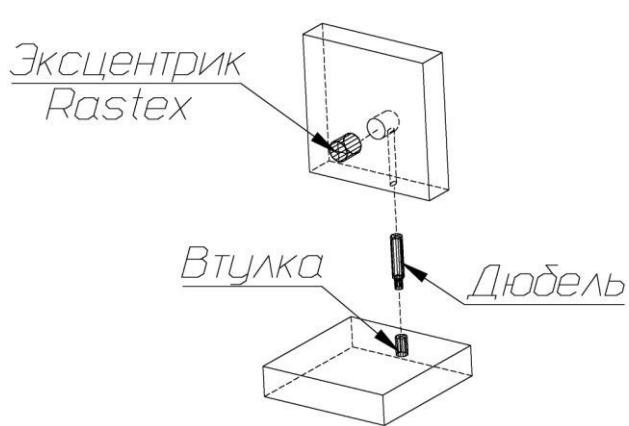
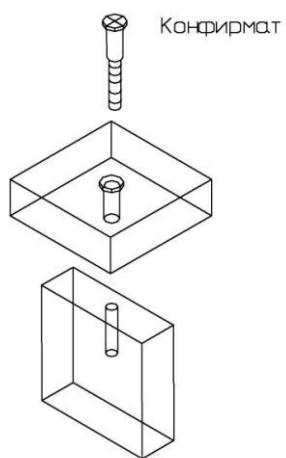

Рис. 1
Рис. 2
1. В боковые стенки тумбы (4), (04), дно тумбы (5), заднюю стенку тумбы (6), стенку жесткости (3) и боковую стенку (2) в имеющиеся отверстия установить эксцентрики таким образом, чтобы стрелка была повернута в сторону отверстия в торце.
В установленные муфты эксцентриковых стяжек на боковых стенках тумбы (4), (04), крышке (1), боковой стенке (2) ввернуть дюбели, в соседние отверстия установить шканты (рис.1).
Собрать между собой боковые стенки тумбы (4), (04), дно тумбы (5) и заднюю стенку (6) так, чтобы дюбели и шканты вошли в предназначенные для них отверстия (рис.1). Закрепить заднюю стенку тумбы (6) с помощью конфирматов, ввернув их сквозь отверстия в дне тумбы (5). Присоединить основание тумбы (7) к дну тумбы (5) с помощью конфирматов (рис.2). Присоединить стенку жесткости (3) к боковой стенке (2) и боковой стенке тумбы (4) с помощью эксцентриковых стяжек. К получившейся конструкции присоединить крышку (1) так, чтобы дюбели и шканты в крышке вошли в предназначенные для них отверстия в боковой стенке (2), стенке жесткости (3), боковых стенках тумбы (4) и (04). Затянуть эксцентрики, повернув их на 180 градусов (см. схему сборки). Закрыть эксцентрики и конфирматы заглушками-самоклейками.
Собрать между собой боковые стенки тумбы (4), (04), дно тумбы (5) и заднюю стенку (6) так, чтобы дюбели и шканты вошли в предназначенные для них отверстия (рис.1). Закрепить заднюю стенку тумбы (6) с помощью конфирматов, ввернув их сквозь отверстия в дне тумбы (5). Присоединить основание тумбы (7) к дну тумбы (5) с помощью конфирматов (рис.2). Присоединить стенку жесткости (3) к боковой стенке (2) и боковой стенке тумбы (04) с помощью эксцентриковых стяжек. К получившейся конструкции присоединить крышку (1) так, чтобы дюбели и шканты в крышке вошли в предназначенные для них отверстия в боковой стенке (2), стенке жесткости (3), боковых стенках тумбы (4) и (04). Затянуть эксцентрики, повернув их на 180 градусов (см. схему сборки). Закрыть эксцентрики и конфирматы заглушками-самоклейками.